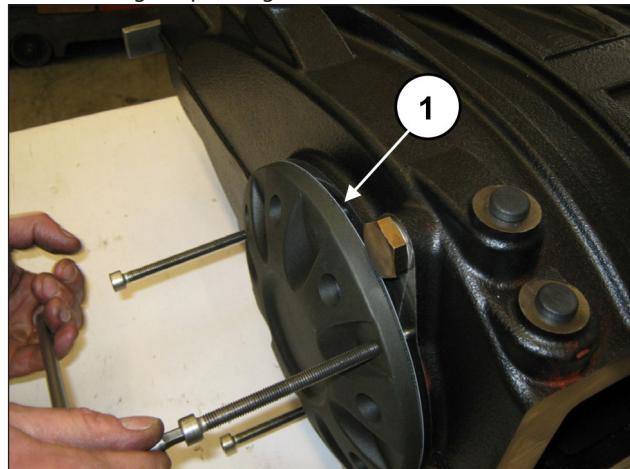

Fig. 29
Visser progressivement les 3 vis M8 (rep. ①, Fig. 29) afin d'éviter que le cache ne s'incline trop et se bloque dans sa position.